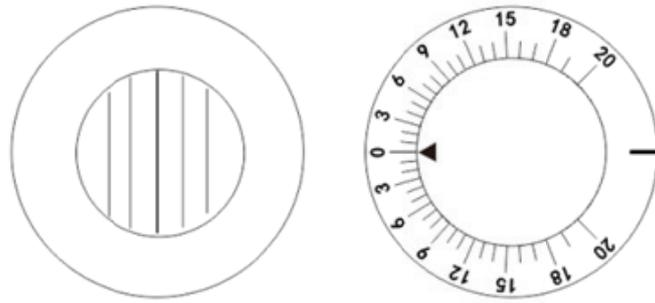
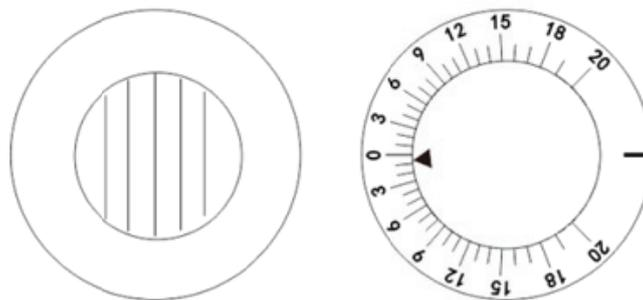

Abb.48
Abb.49
b. Messen Sie dann die vertikale Phorie. Drehen Sie den Hilfslinsenknopf ., wie in Abb. 48 gezeigt ② und stellen Sie MR_{RV} für das rechte Auge ein. Drehprismenlinse drehen Turn ② um das linke Auge in horizontale Position zu bringen. Jetzt kann der Testteilnehmer mit dem rechten Auge eine rote horizontale Linie und mit dem linken Auge den Lichtfleck sehen. Fragen Sie dann den Testteilnehmer nach dem gleichen Verfahren wie a, wenn er sehen kann, dass sich die rote Linie und der Lichtfleck treffen, während er den Drehknopf der Prismenlinse dreht ①. Wenn es wie in Abb. 49 dargestellt ist, ist es laut Testberichten, dass sie sich treffen, 0.5, unter 0. was anzeigt, dass das linke Auge 0.5 D beträgt, was als 0.5Δ Heterophorie nach oben bezeichnet wird.